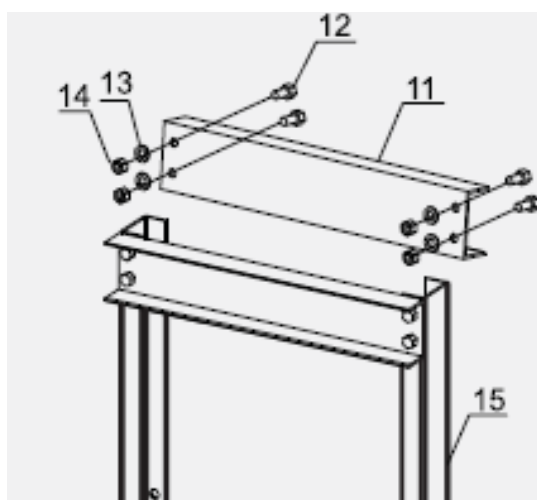

Рис. 3
4. Совместите отверстия на верхней балке (11) с отверстиями в верхней части стоек рамы (15) и закрепите их на месте болтами (12), шайбами (13) и гайками (14). См. рисунок 3.